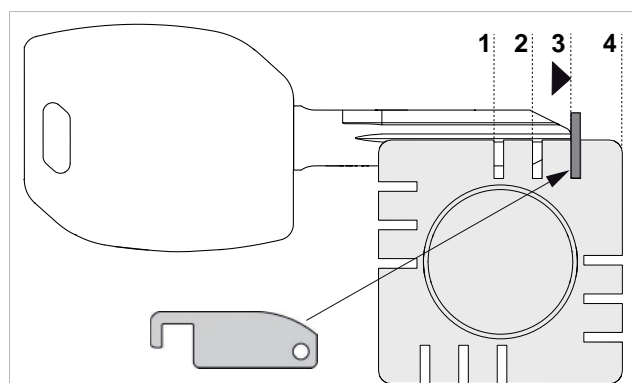

Fig. 34 - AANSLAG PUNTZIJDE
Voor sleutels zonder aanslag moet u het bijgeleverde plaatje gebruiken als referentie aan de puntzijde (Fig. 34). De keuze van de stand 1-2-3-4 is in functie van de lengte van het freesprofiel.
- Gebruik het bijgeleverde stopplaatje voor plaatsing van sleutels met aanslag op de kopzijde in de spanbekken (Fig. 34) Plaats dit plaatje in de voorziene gleuven of tegen de rechterwand van de spanbek.